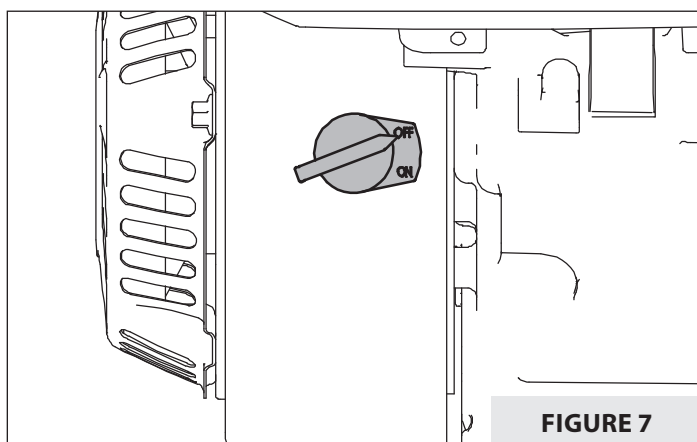

FIGURE 7
2. Mettre l'interrupteur On/Off (marche/arrêt) en position **OFF**. **VOIR FIGURE 7.**